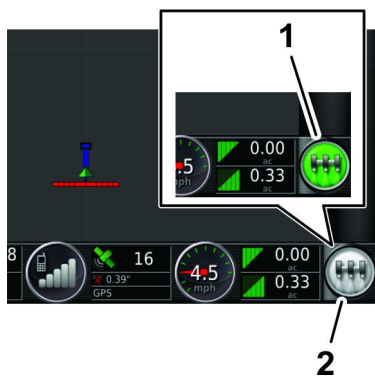

Figure 164
8. Sur la console de commande GeoLink, appuyez sur l'icône COMMANDE GÉNÉRALE pour l'Figure 164 activer (VERT) ().